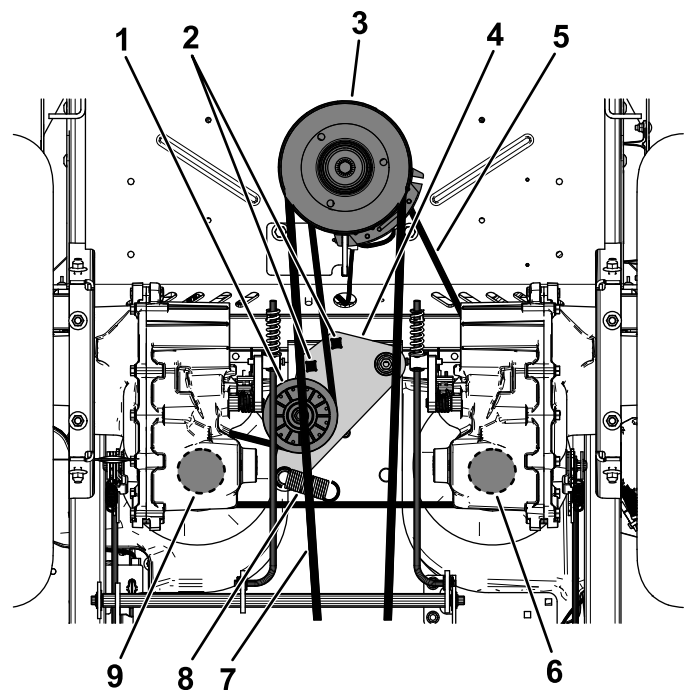

Figura 60
5. Folosii o cheie cu clichet de 1/2" sau o bară de foră în unul din orificiile pătrate ale braului rolei de ghidare pentru a elimina tensiunea arcului rolei de ghidare (Figura 60).
6. Îndepărtați cureaua existentă de pe fulia rolei de ghidare, de pe cele 2 fulii de acionare a pompei hidraulice și de la fulia motorului (Figura 60).
7. Montați cureaua nouă în jurul fuliei rolei de ghidare, fuliei motorului și în jurul celor 2 fulii ale pompei hidraulice (Figura 60).